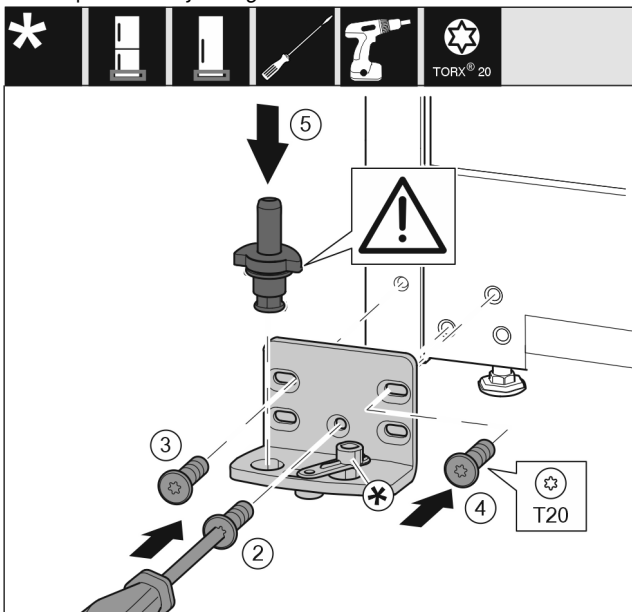

Fig. 14
- ▶ Ložiskovú konzolu nasadíte na druhú stranu a priskrutkujte ju pomocou skrutkovača T20. Začnite skrutkou 2 dole v strede. *Fig. 14 (2)*
- ▶ Pevne zaskrutkujte skrutku 3 a 4. *Fig. 14 (3,4)*
- ▶ Ložiskový čap úplne nasadíte. Dbajte pritom na to, aby zaistovací doraz ukazoval smerom dozadu. *Fig. 14 (5)*